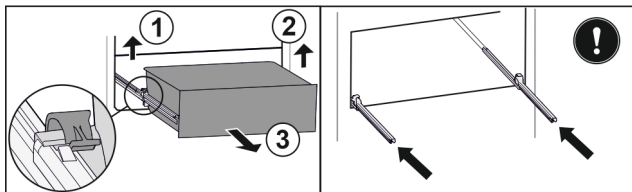

Fig. 167
- ▶ Podignite lijevu stezaljku i istovremeno izvucite ladicu lijevo prema naprijed. Fig. 167 (1)
- ▶ Podignite desnu stezaljku i istovremeno izvucite ladicu desno prema naprijed. Fig. 167 (2)
- ▶ Izvadite ladicu prema naprijed. Fig. 167 (3)